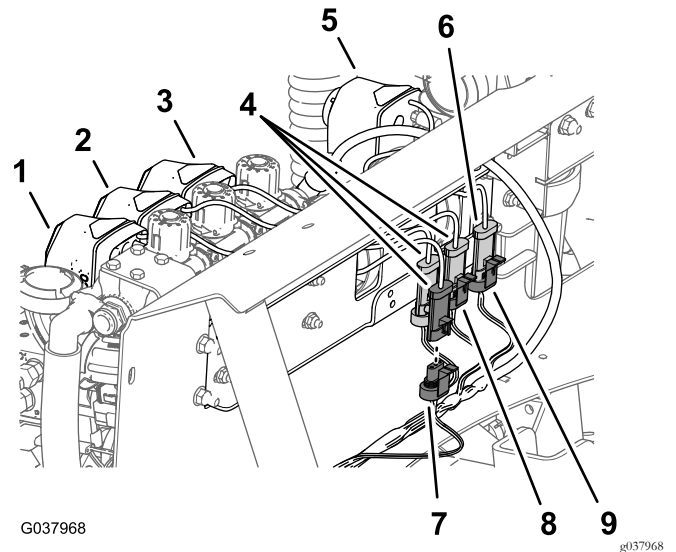

図 114
1. 攪拌バルブのアクチュエータ用の3ピンコネクタを、76cm の枝線の AGITATION VALVE というラベルの付いた3ソケットコネクタに接続する 図 114。